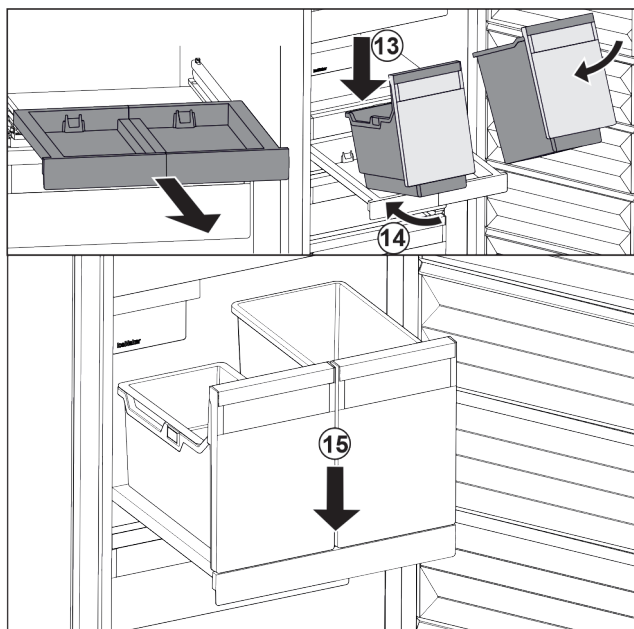

Fig. 100
- Placer les bacs sur le compartiment coulissant en les inclinant. *Fig. 100 (13)*
- Pousser les bacs jusqu'au fond en les inclinant. *Fig. 100 (14)*
- Déposer les bacs par l'avant. *Fig. 100 (15)*